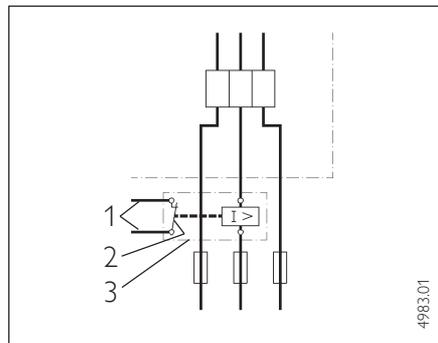

Abb. 14
–Vorrangschaltung: bei der Kombination mit anderen Elektrogeräten, z. B. Elektro-Speicherheizgeräten, ist das Lastabwurfrelais nach Abb. 14 einzusetzen.